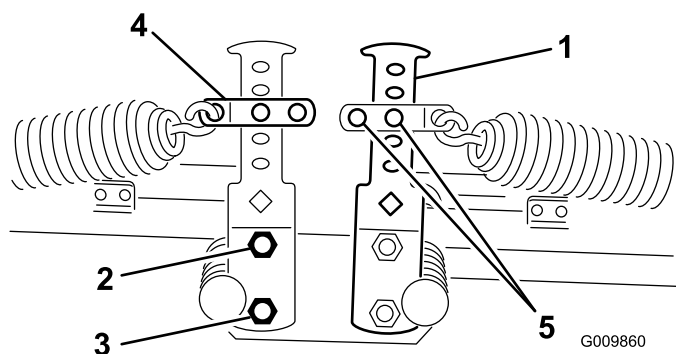
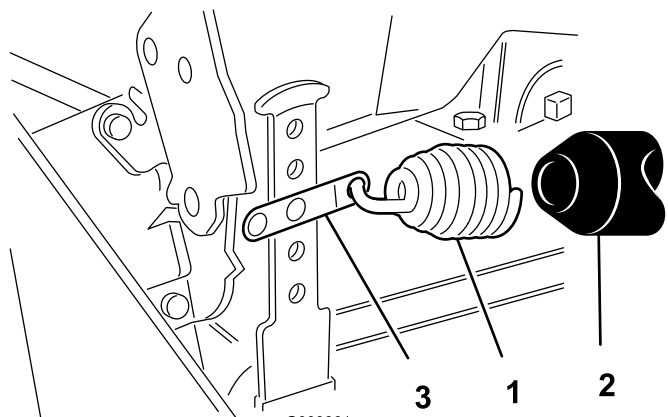

図 12
図 13
2. スプリングの反対側の端部を前後のカウンタバランス・アーム（図 12 と 図 13）の適切な穴（選択方法は以下を参照）に引っ掛ける（スプリング・シャックル、クレビスピン、コッターピンを使用）。
4. 先ほど取り外したボルトとナットを使ってカウンタバランス・アームの下部ををフレームに固定する。一番上のボルトを締め付ける（図 12）。